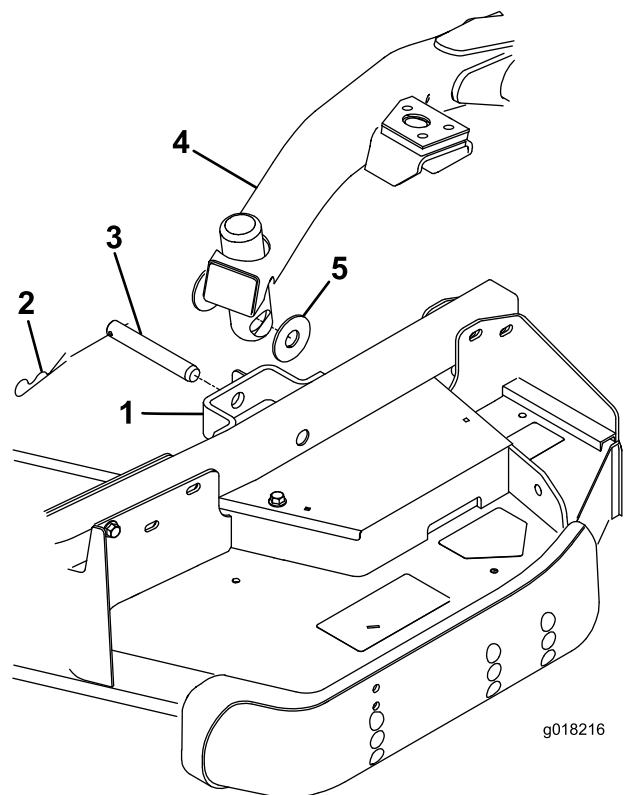

Figura 4
1. Rimuovete (2) rondelle di spinta, il perno con testa e la coppiglia da ogni staffa del braccio della ruota orientabile sull'apparato di taglio (Figura 4).
3. Portate in avanti l'interruttore di sollevamento in posizione Float. Spingete il braccio di sollevamento verso il basso in modo che i relativi fori siano allineati con quelli della staffa del braccio della ruota orientabile (Figura 4).
4. Fissate il braccio di sollevamento al braccio della ruota orientabile con (2) rondelle di spinta, perno con testa e coppiglia. Posizionate le rondelle di spinta tra il braccio di sollevamento e la staffa del braccio della ruota orientabile (Figura 4). Inserite l'estremità della coppiglia nell'apposito intaglio di ritaglio presente sulla linguetta del braccio della ruota orientabile.